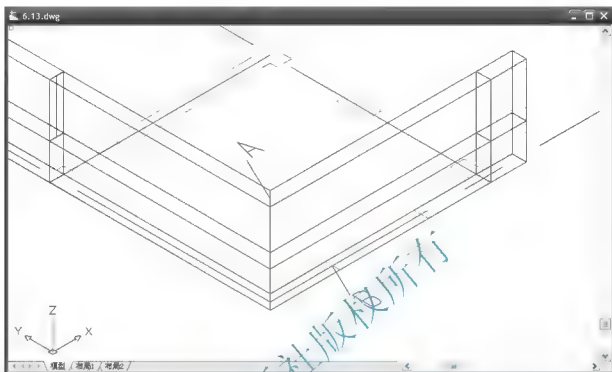
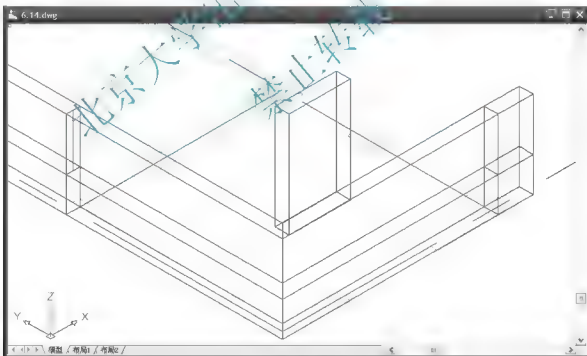

图 6.13 多段线起点和终点的位置
图 6.14 绘制窗间墙
① 在指定起点: 提示下，捕捉如图 6.13 中所示的 A 点作为多段线的起点。由于当前线宽为“240”，所以不需修改线的宽度。
② 在指定下一个点或 [圆弧(A)/半宽(H)/长度(L)/放弃(U)/宽度(W)]: 提示下，捕捉图 6.13 中的 B 点作为多段线的终点，按 Enter 键结束命令，结果如图 6.14 所示。
- 图 6.13 中的 A 点和 B 点并不在一个水平面上，但绘制出的多段线的起点和终点却在一个水平面上，这是因为【多段线】命令是一个二维绘图命令，多段线的 Z 坐标值是由起点的坐标值决定的，所以多段线的终点并不与 B 点相重合，这是绘制三维模型时的一个技巧。